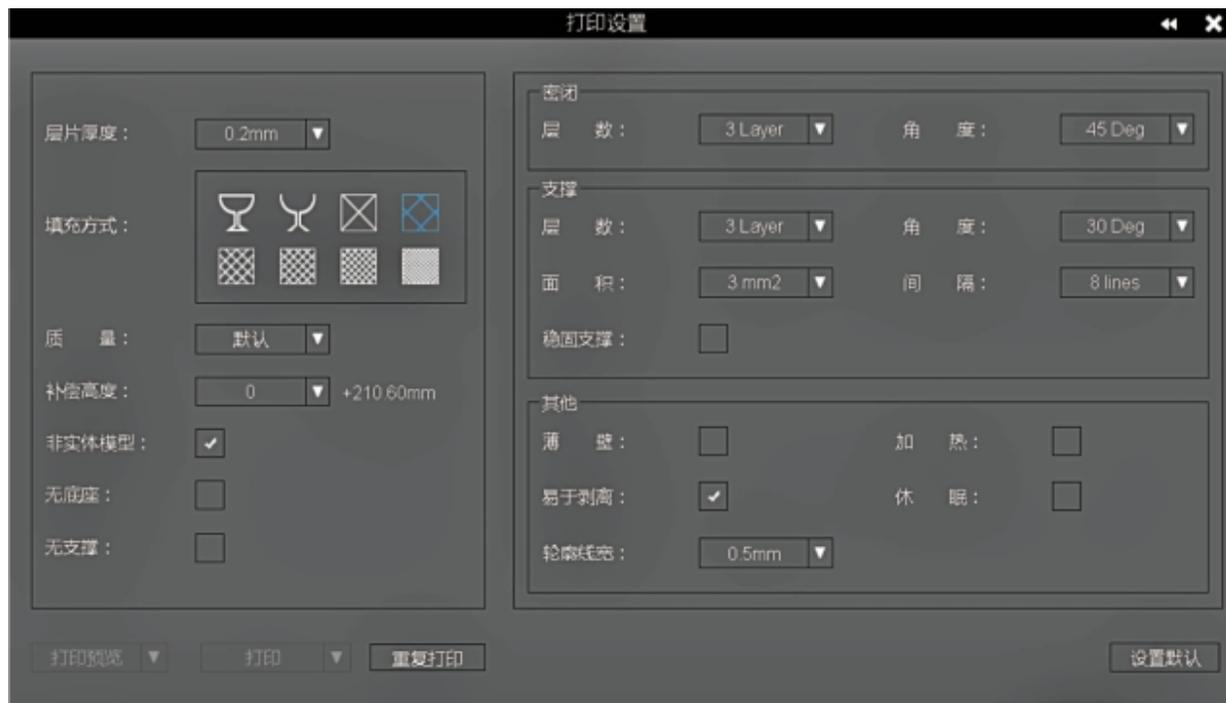

图7-5-37 打印设置
①单击“初始化”按钮，完成打印机初始化。
②单击“打印”按钮，设置打印参数，如图7-5-37所示。